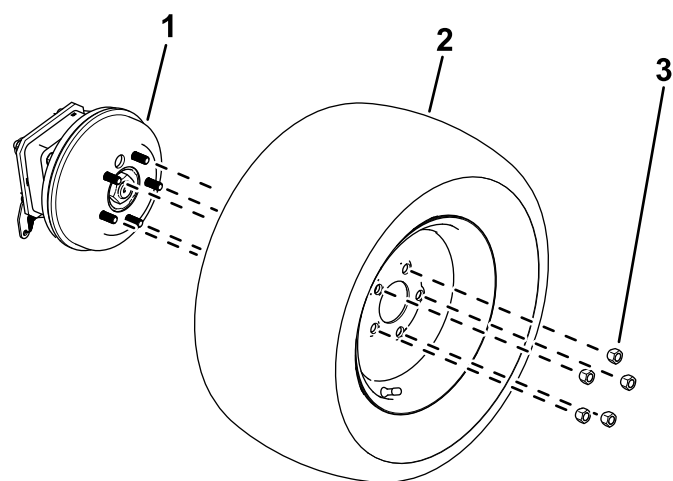

Figura 10
2. Allentate e rimuovete i dadi delle ruote (Figura 10).
3. Rimuovete le ruote dai mozzi (Figura 10).
1. Utilizzate i dadi ruota rimossi in precedenza per fissare gli pneumatici ai mozzi delle ruote (Figura 10).